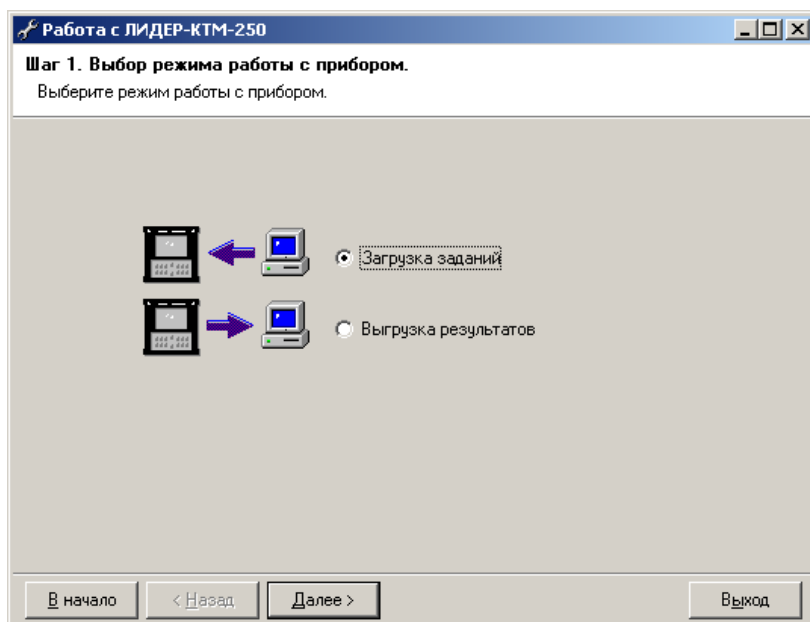
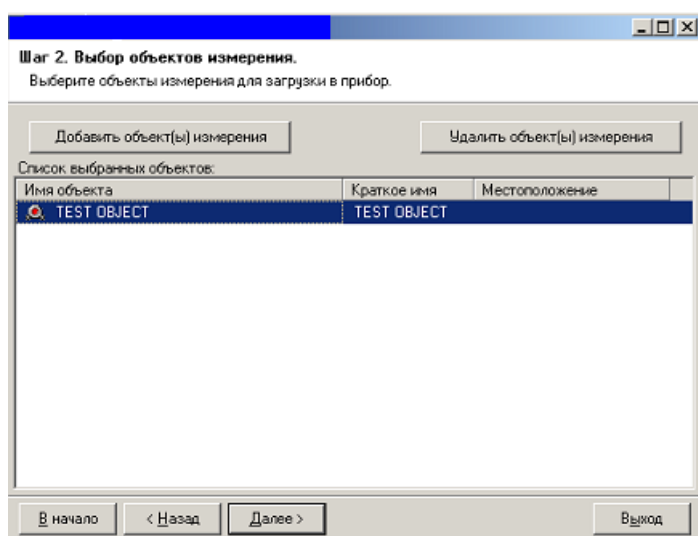
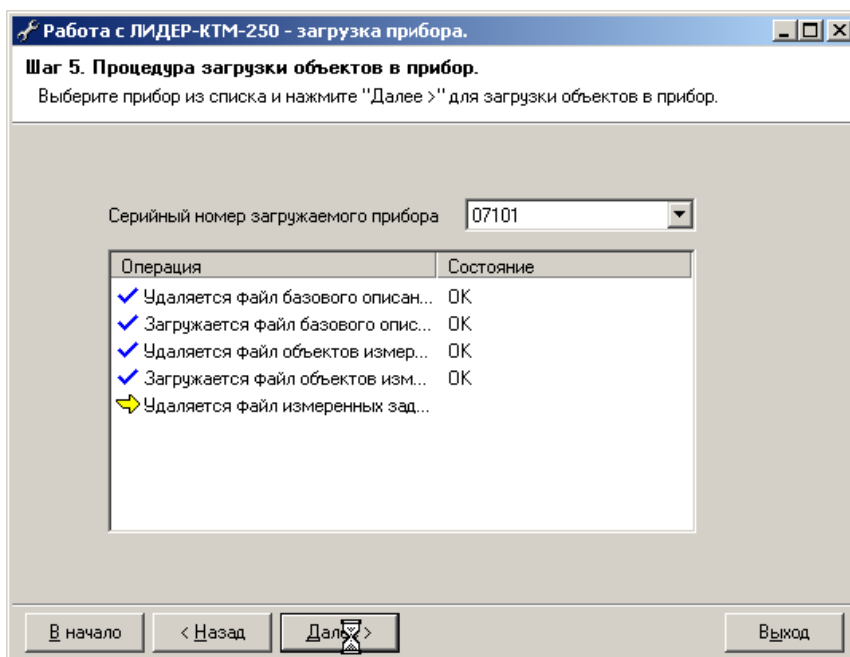

Рис.9. Загрузчик прибора ЛИДЕР-КТМ-250.
Рис.10. Формирование списка объектов.
Рис.12. Процесс загрузки прибора.
Появившееся окно (рис.9) обеспечивает следующие режимы работы с прибором:
Для загрузки объектов в прибор необходимо выбрать пункт “Загрузка заданий” (рис.9) и нажать кнопку “Далее >”. Появляется окно ввода объектов (рис.10).
Перед началом загрузки необходимо подключить прибор к доступному USB-порту компьютера пользователя и включить его кнопкой включения прибора 2 (рис.2в), чтобы программа смогла обнаружить прибор, с которым предстоит работать. Затем в окне загрузки (рис.10) нажать кнопку **“Далее >”**. В выпадающем списке (рис.12) необходимо выбрать серийный номер устройства, в который будут загружаться выбранные объекты (как правило, устанавливается по умолчанию), и затем нажать кнопку **“Далее >”**.
2. Запустить программу-загрузчик LoadLeak.exe, включить питание прибора. в главном окне загрузчика (рис.9) выбрать пункт **"Выгрузка результатов"** и нажать кнопку **"Далее >"**.